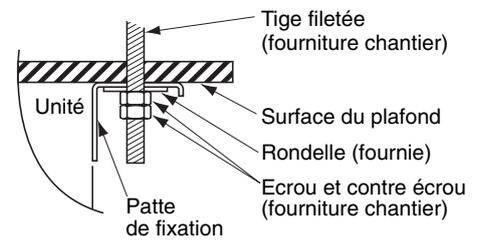
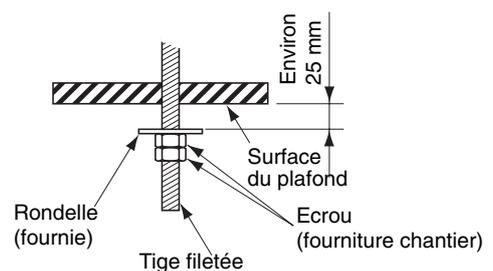

Fig. 3-73a
Fig. 3-73c
(6) Procédez aux préparatifs nécessaires à la suspension de l'unité intérieure. La méthode de suspension varie selon que le plafond est ou non suspendu. (Fig. 3-73a et 3-73b)
(7) Suspendez l'unité intérieure en procédant comme suit :
a) Montez 1 rondelle et 2 écrous hexagonaux sur chaque tige filetée en procédant de la manière illustrée à la figure 3-73c.